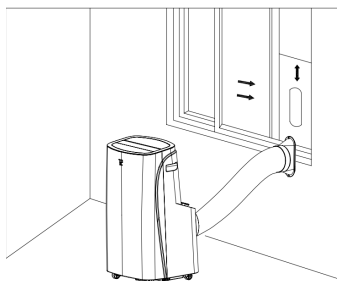
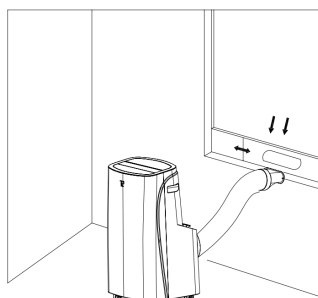

Abb.5
Abb. 6
b) Ziehen Sie den Abluftschlauch aus und rasten Sie das flache Ende (Auslassstutzen) des Abluftschlauches in die Öffnung des Fensterdichtungselements ein (wie in Abb. 5 und Abb. 6 gezeigt).